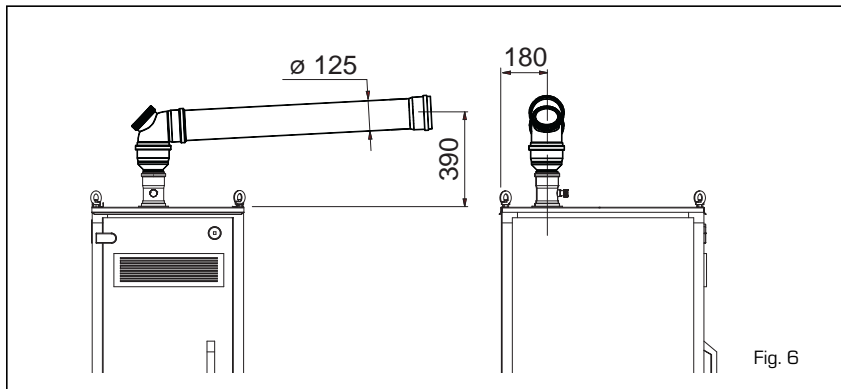

Fig. 6
2.7 KIT COLLETTORE FUMI PER INSTALLAZIONI INTERNE (fig. 6)
Per questa tipologia di installazione far riferimento alla fig. 6. Le soluzioni indicate hanno il collettore fumi (da richiedere a parte cod. 8102510) con l'uscita posizionata a dx dei moduli.